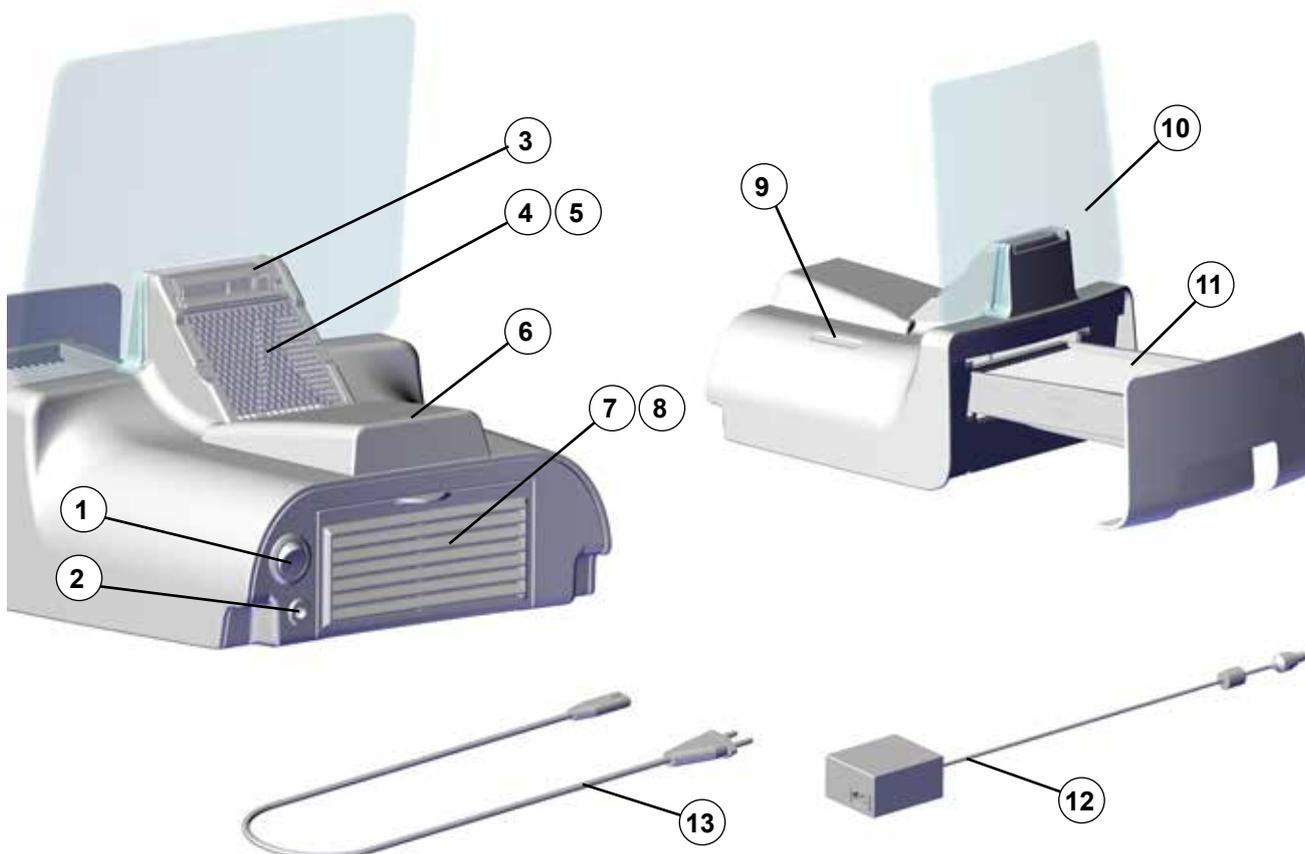

Fig. 1
- ⇒ Disinserire l'apparecchio tramite l'interruttore On / Off (1, Fig. 1).
- ⇒ Inserire il cavo di rete (13, Fig. 1) nel caricatore (12, Fig. 1).
- ⇒ Inserire il cavo di rete nella presa di ricarica (2).
L'apparecchio si accende e si spegne tramite l'interruttore On/Off (1, Fig. 1).